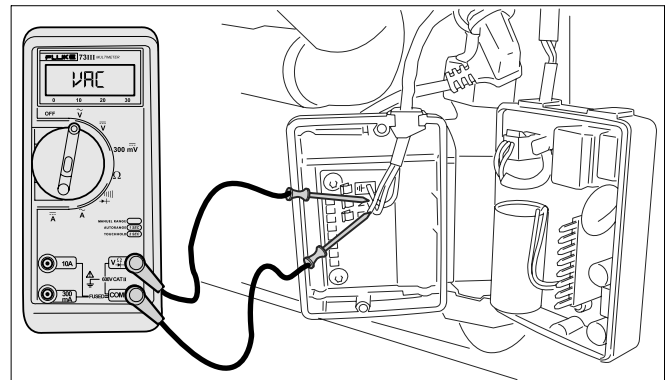

Fig. 17 Măsurarea tensiunii pompei
- Verificați la contactele L și N dacă pompa de recirculație are o tensiune de 230 V c.a. (vezi Fig. 17).